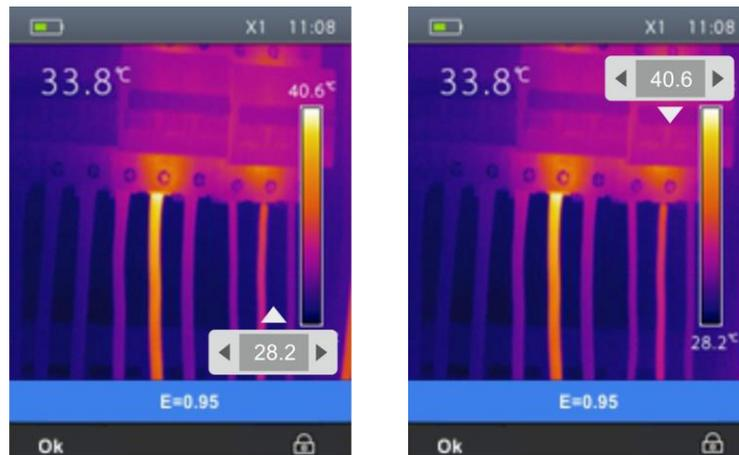

Fig. 28 : Configuration du mode de réglage température de l'image
2. Appuyer sur la touche et la garder enfoncée pendant 2 secondes. La page-écran ci-dessous (voir Fig. 28 – partie gauche) est affichée
3. Appuyer sur la touche pour passer au niveau supérieur de la palette de couleurs (voir Fig. 28 – Partie droite)